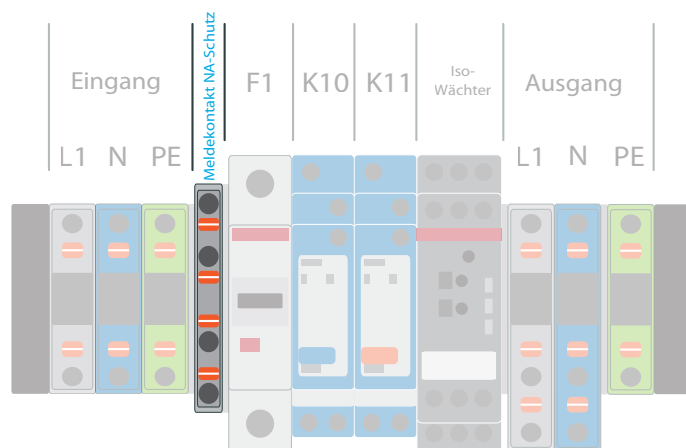

Abb. 8 Klemmleiste SENEK Notstrombox mit Reihenklemme "Meldekontakt NA-Schutz"
5. Verbinden Sie das Kabel mit der Reihenklemme "Meldekontakt NA-Schutz" in der SENEK Notstrombox gemäß Abb. 8. Achten Sie auf korrekte Zuordnung von Plus (+) und Minus (-).